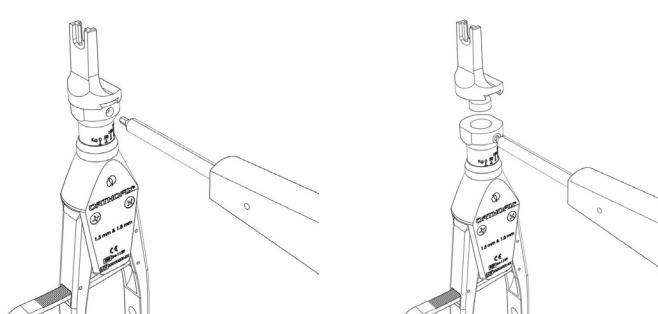

图 3
- 3) 若要更换其他类型的张力钳夹头, 请用六角螺丝刀 (52-1018) 松开固定螺丝, 取下张力钳夹头 (图 3)。任何时候切勿取下固定螺丝。